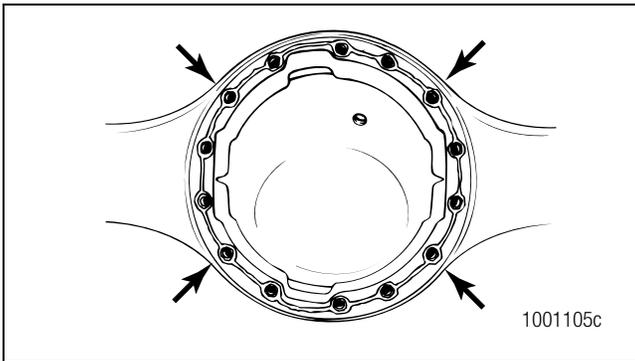

Figure 5.82
7. Poser les écrous et rondelles, ou boulons et rondelles (selon l'équipement) aux quatre coins de la tête de pont et du carter de pont. Serrer les fixations à la main. Figure 5.82.
8. Enfoncer doucement la tête de pont dans le carter de pont. Serrer graduellement en croisé les quatre fixations de deux à trois tours. Figure 5.82.